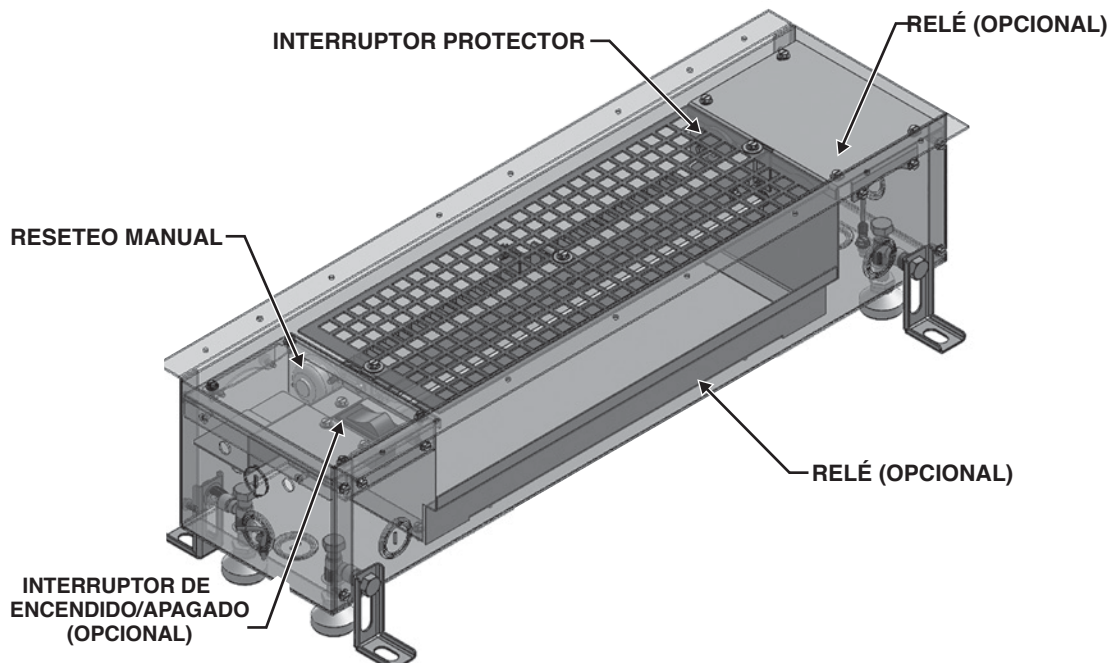

Figura 11A: Componentes del producto
8. Retire la tapa de construcción y la tapa de la caja de conexiones del calefactor y retire los prepunzonados eléctricos que correspondan. **Nota:** Se recomienda introducir los cables por la caja de conexiones del reseteo manual (el rótulo está en la tapa). Si no es posible, hay un canal de cables frente al elemento en la caja del calefactor. El cable puede pasarse desde la caja de conexiones opuesta a través del canal de cables. Ver la figura 11A.
- Retire la tapa de construcción y la tapa de la caja de conexiones del calefactor y retire los prepunzonados eléctricos que correspondan. **Nota:** Se recomienda introducir los cables por la caja de conexiones del reseteo manual (el rótulo está en la tapa). Si no es posible, hay un canal de cables frente al elemento en la caja del calefactor. El cable puede pasarse desde la caja de conexiones opuesta a través del canal de cables. Ver la figura 11A.
6. Retire la tapa de construcción y la tapa de la caja de conexiones del calefactor y retire los prepunzonados eléctricos que correspondan. **Nota:** Se recomienda introducir los cables por la caja de conexiones del reseteo manual (el rótulo está en la tapa). Si no es posible, hay un canal de cables frente al elemento en la caja del calefactor. El cable puede pasarse desde la caja de conexiones opuesta a través del canal de cables. Ver la figura 11A.